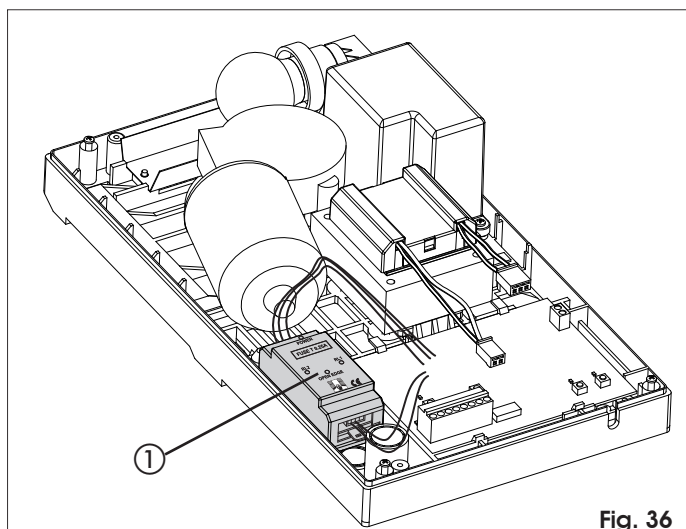

Fig. 36
L'utilizzo della costa di sicurezza ad elemento conduttivo è agevolato dalla possibilità di alloggiare a bordo dell'operatore l'apposita centralina (Fig. 36 rif. ①). Procedere nel seguente modo:
- Alloggiare l'unità di controllo come indicato in Fig. 36.